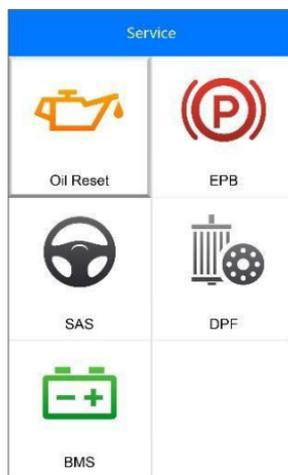

Figure 5-1 Écran avec les 5 fonctions de service
Sélectionnez l'icône Ré initialisation huile dans l'écran principal et attendez que l'écran du constructeur du véhicule apparaisse (*Figure 5-1*) Choisissez le bon véhicule.
1. Sélectionnez l'icône **EPB** dans l'**écran principal** (*Figure 5-1*), choisissez **BMW** de l'écran du constructeur du véhicule pour accede au menu **Frein de stationnement**.